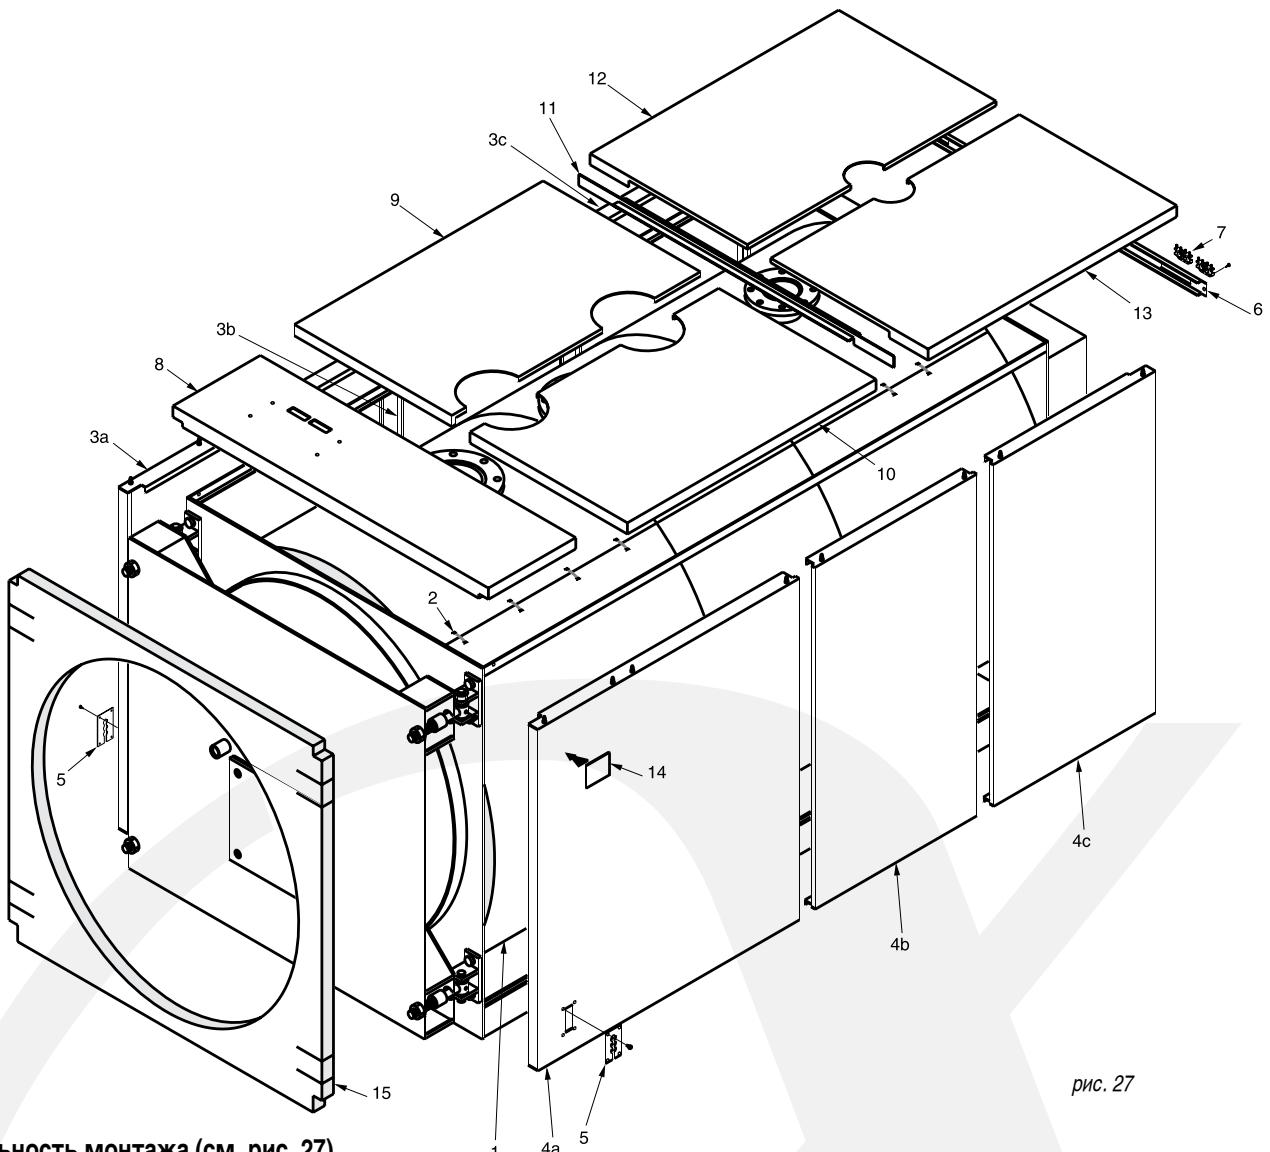

рис. 27
N.B. Для модели **E 2650** (см. рис. 27) обшивка и изоляция находятся в четырех коробках.
Последовательность монтажа (см. рис. 27)